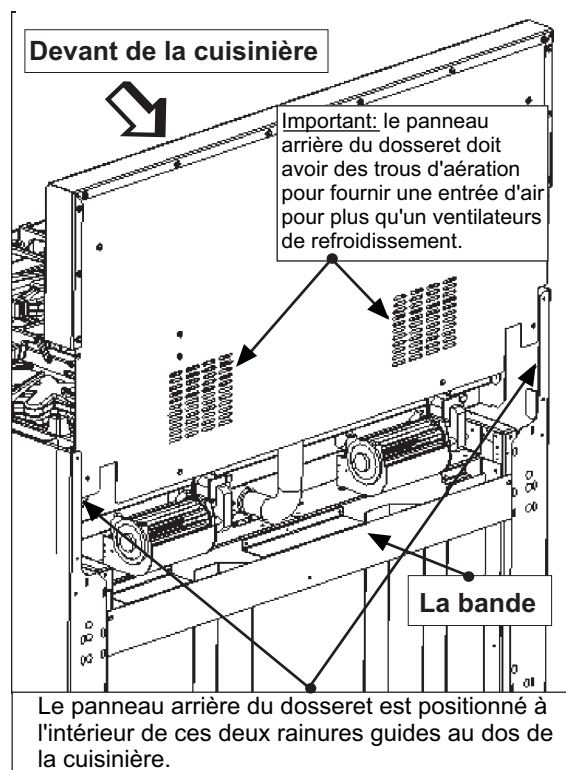

Figure 15 : Emplacement du dossieret
- Le dossier est inséré à l'intérieur des rainures guides au dos de la cuisinière, tel qu'il est illustré en Figure 15. (Enlever la grille ou le gril pour un dégagement suffisant sur les cuisinières sur ces modèles). À l'aide d'un tourne-écrou Torx T-20, fixer le dossier avec les quatre (4) vis Torx sur les panneaux latéraux de la cuisinière.
- La tablette à casserole requiert un préassemblage du panneau supérieur à la tablette en utilisant les neuf (9) vis Torx comprises. Pour une charge suffisante, IL FAUT fixer deux (2) vis dans les coins inférieurs du haut de la tablette. Utiliser trois (3) vis Torx pour installer la bande sur le dos de la cuisinière, tel qu'il est illustré. Le centre de la bande peut être supportée par une languette depuis le panneau arrière et ne requiert pas de vis.
- Pour fixer le devant du dossier, installer trois (3) vis Torx par le panneau avant inférieur du dossier, dans le rebord au dos de la surface de la cuisinière.